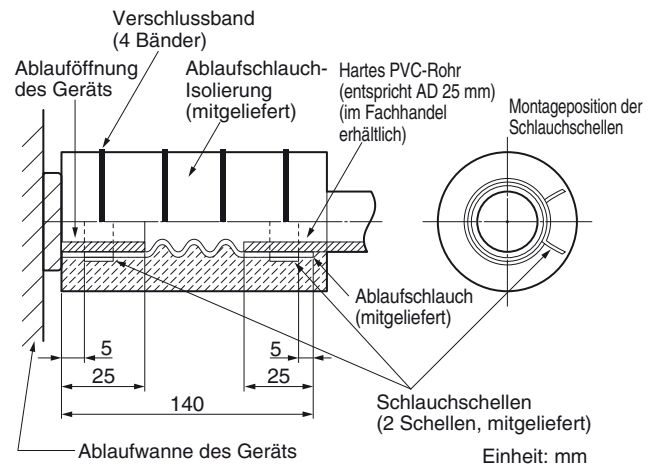

Abb. 3-22
- So anbringen, dass sich der Schlauchbinderverschluss auf der Seite der Ablauföffnung befindet. (Abb. 3-22)